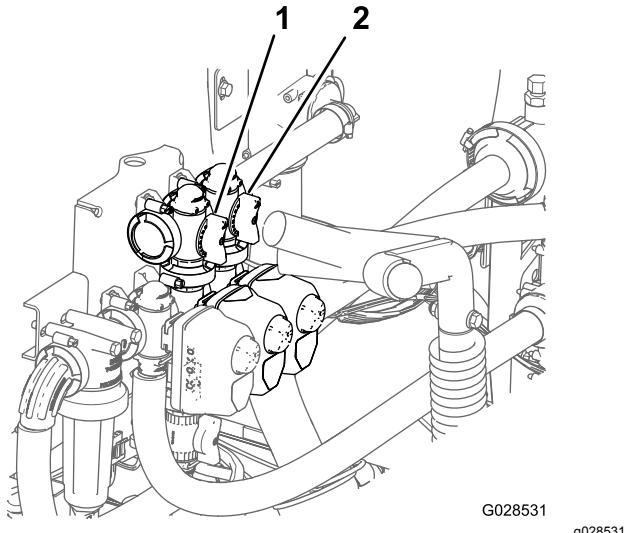

Figura 76
11. Regolate la valvola di bypass dell'agitatore (Figura 76) sul retro della valvola dell'agitatore fino a quando il valore della pressione sul misuratore corrisponde a 6,9 bar.
8. Regolate la maniglia del bypass principale della barra al fine di controllare il valore dell'agitazione che ha luogo all'interno del serbatoio (Figura 76).